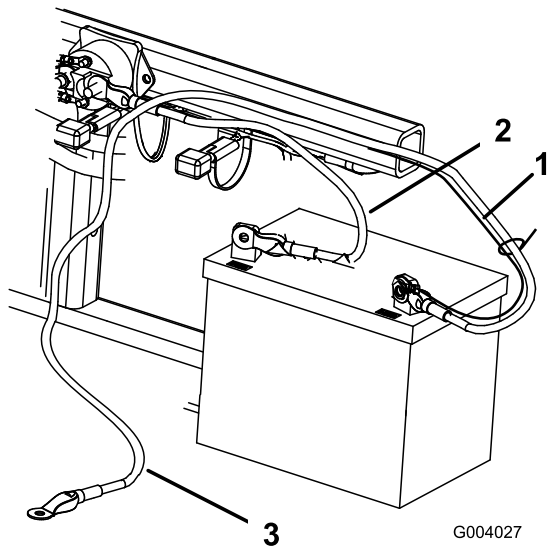

图6
2. 用螺栓 (1/4 x 5/8 英寸) 和锁紧螺母将正极接线（红色）固定到正极 (+) 端子（图6）。
3. 用螺栓 ($\frac{1}{4} \times \frac{5}{8}$ 英寸) 和锁紧螺母 ($\frac{1}{4}$ 英寸) 将小黑色接线和负极接线 (黑色) 固定到电池的负极 (-) 端子 (图6)。